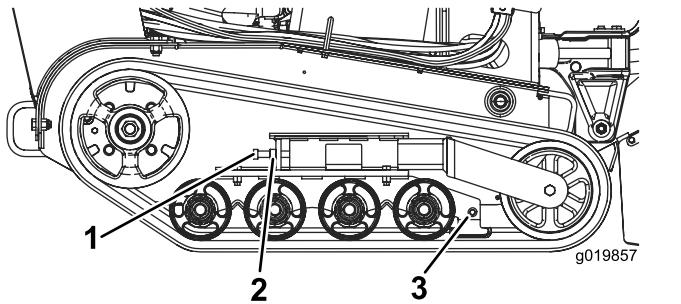

Figura 48
3. Desaperte a porca de bloqueio no parafuso de tensificação da lagarta e os parafusos no braço de tensão (Figura 48).
4. Aperte o parafuso de tensificação para 32,5 a 40 N·m para esticar a lagarta (Figura 48).
4. Abra o parafuso de tensionamento e a porca de bloqueio (Figura 48).